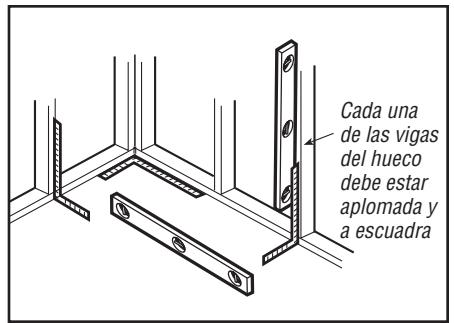

Figura 3
- Importante:** ¡Las vigas del hueco deben estar a escuadra con el piso! Las esquinas interiores del hueco deben estar a escuadra (ver figura 3).